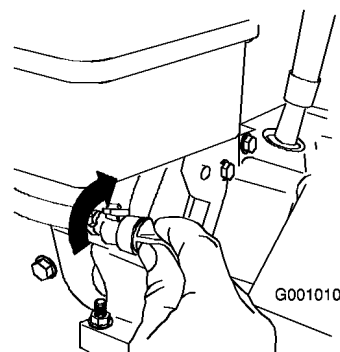

Figure 32
3. Fermez le robinet de carburant en le tournant dans le sens horaire (Figure 32).